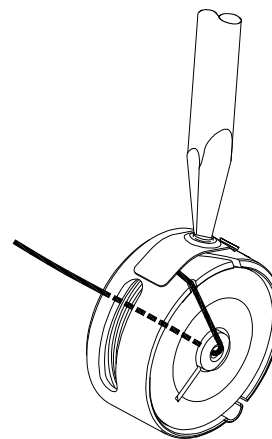

Figura 7
- ✓ Para regular la tensión del hilo inferior de la lanzadera gire el tornillo del resorte de la caja de la bobina. Para la derecha aumenta y para la izquierda alivia la tensión (Figura 7).